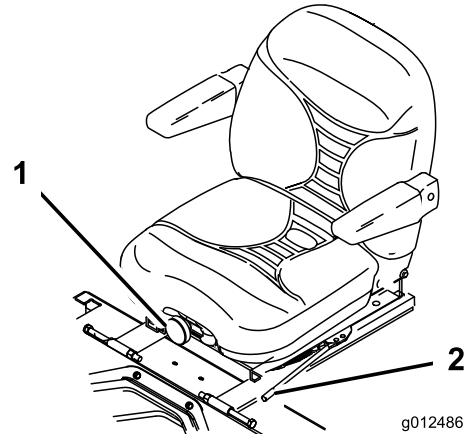

Bild 28
1. Bewegen Sie den Hebel zum Entriegeln des Sitzes zur Seite (Bild 28).
Drehen Sie das Handrad zum Verstellen an der Vorderseite solange, bis der gewünschte Komfort erreicht ist (Bild 28).